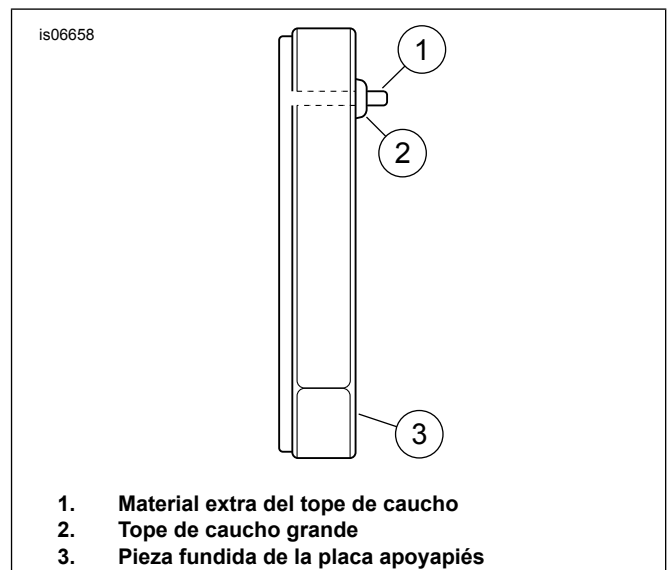

Figura 4. Extracción del tope de caucho
4. Vea Figura 4. Si existe, extraiga el material extra (1) de los topes de caucho (2) que sobresalen de las piezas fundidas de la placa apoyapiés (3) utilizando un cuchillo o alicates cortantes.